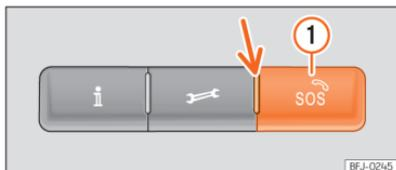

Fig. 42 Na consola do tejadilho: comando para os serviços de voz
Pressionando os botões **i**, **🔧** e **SOS** »» **Fig. 42**, podem executar-se os seguintes serviços de voz:
No comando existe uma luz de controlo »» **Fig. 42** (seta). Indica os seguintes estados:
1. Mantenha pressionado o botão de chamada de emergência durante alguns segundos »» **Fig. 42 ①.**
»» **Fig. 42.**